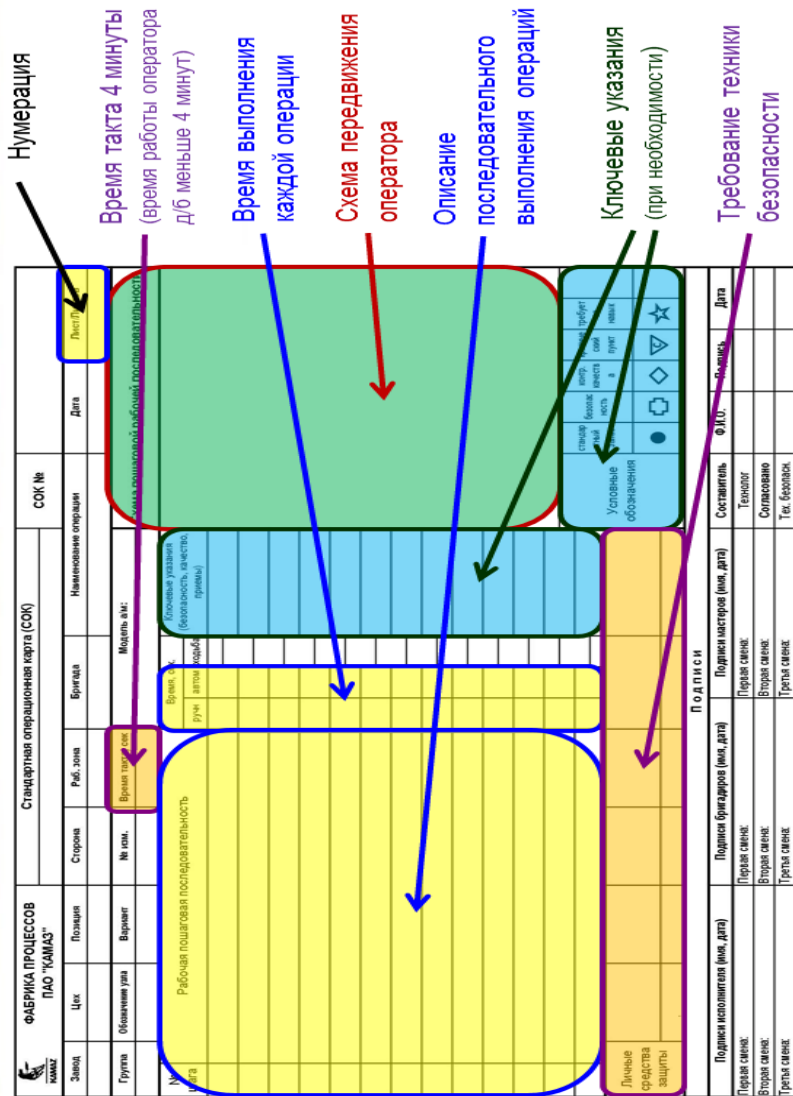

Рисунок 9 - Обозначение элементов СОК
4. Пред заполнением СОК необходимо всю работу на позиции по выполнению стандартизируемой операции разбить на последовательность элементарных действий, для каждого действия засечь время. Вся информация по операции заносится в бланк СОК. Обозначение элементов СОК и пример заполнения СОК см. рис. 9 и рис. 10.